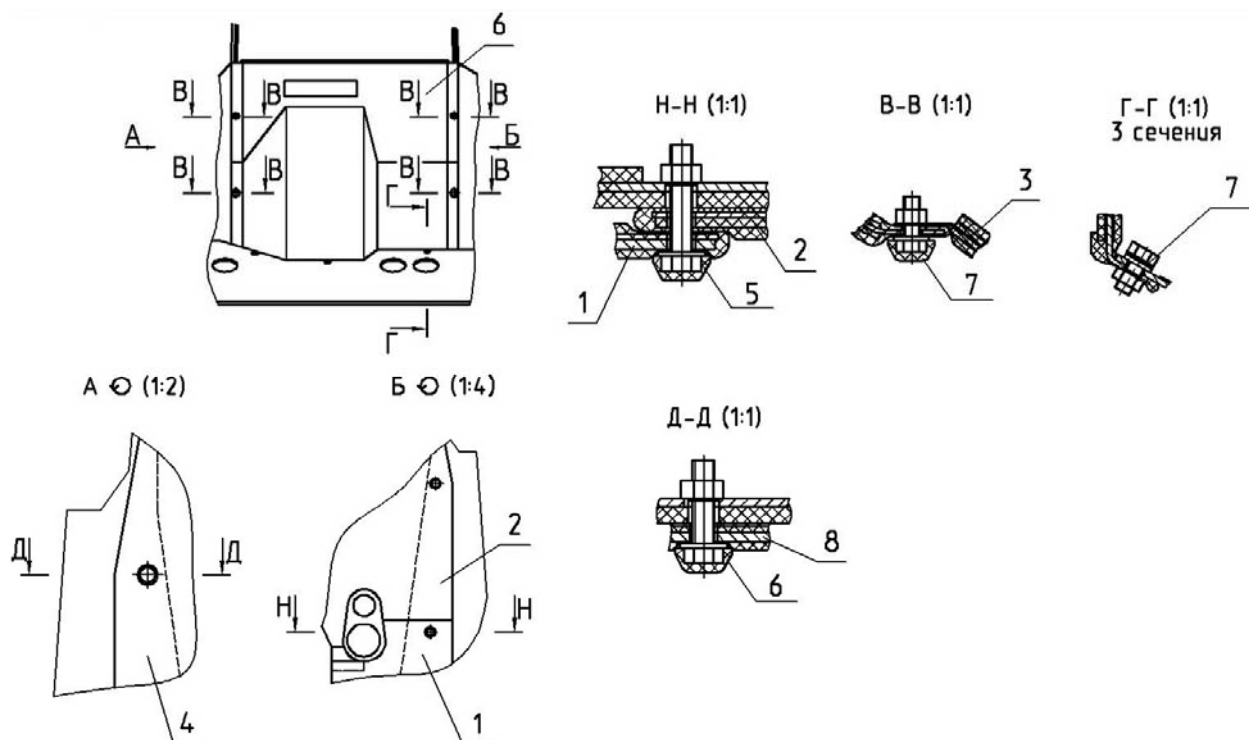

Рисунок 8.9
- а) отверните болты 6 (рисунок 8.9) сечение «Д-Д», и болты 7 сечение «В-В», снимите левую панель 4 (0-6700320);